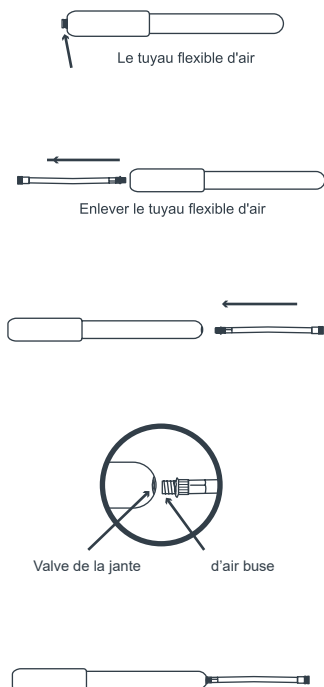

Fig. 19
- 19) • Les pneus sont livrés dégonflés. Les pneus doivent être gonflés régulièrement pour être entre 20 à 25 p.s.i. Toujours utiliser une pompe à air pour bicyclette pour gonfler les pneus. **TIRE DE POMPE (si équipé):** Enlever le tuyau flexible d'air de la fin de la pompe, le fil de laiton petit montage en extrémité opposée de la pompe, le fil d'air buse sur valve de la jante, maintenant vous êtes prêt à gonfler vos pneus (Fig. 19). Maintenez le corps de pompes et de traction des pneus sur la poignée, appuyez sur la poignée pousser l'air dans les pneus. Répétez jusqu'à ce que le pneu est à 20 p.s.i.